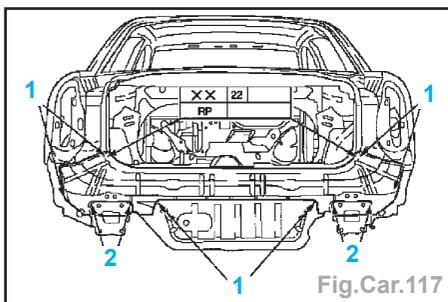

Fig.Car.117
- River le panneau arrière extérieur dans la zone (1) ; 11 rivets étanches à l'eau (Fig.Car.117).
- Fixer la zone (2) avec des pinces de blocage jusqu'à ce que la colle soit complètement durcie.